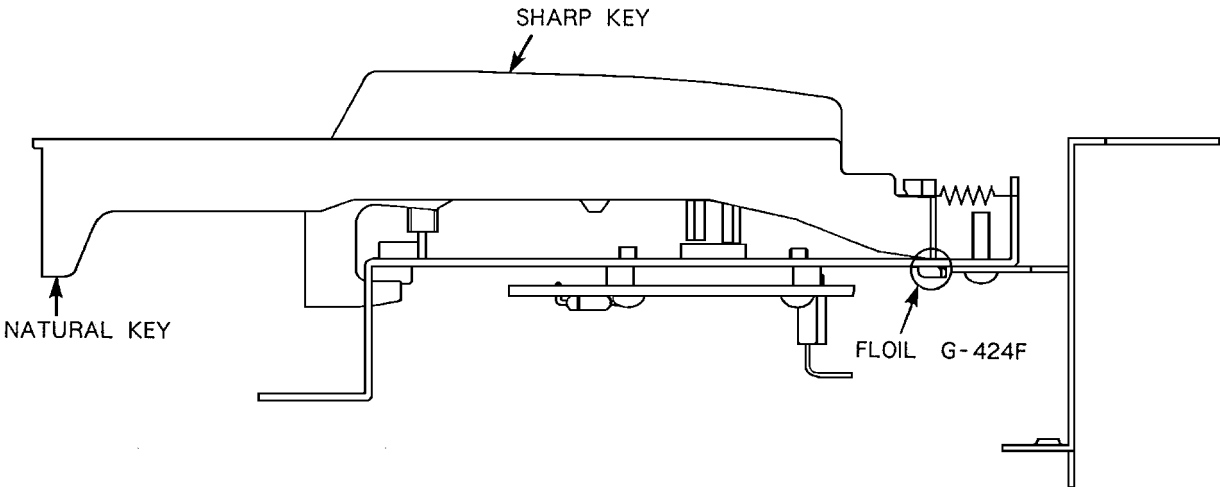

Fig.1 (図1)
2. 該当する鍵盤の図 1 に示す位置にグリスを塗って下さい。